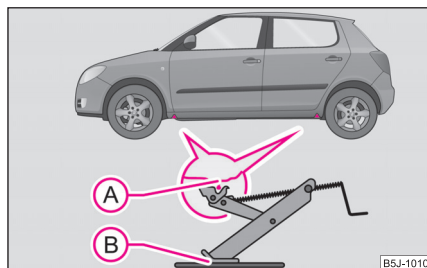

Abb. 186 Radwechsel:
- Wählen Sie zum Ansetzen des Wagenhebers den Aufnahmepunkt - Unterholm, der dem defekten Rad am nächsten liegt ⇒ Abb. 186.